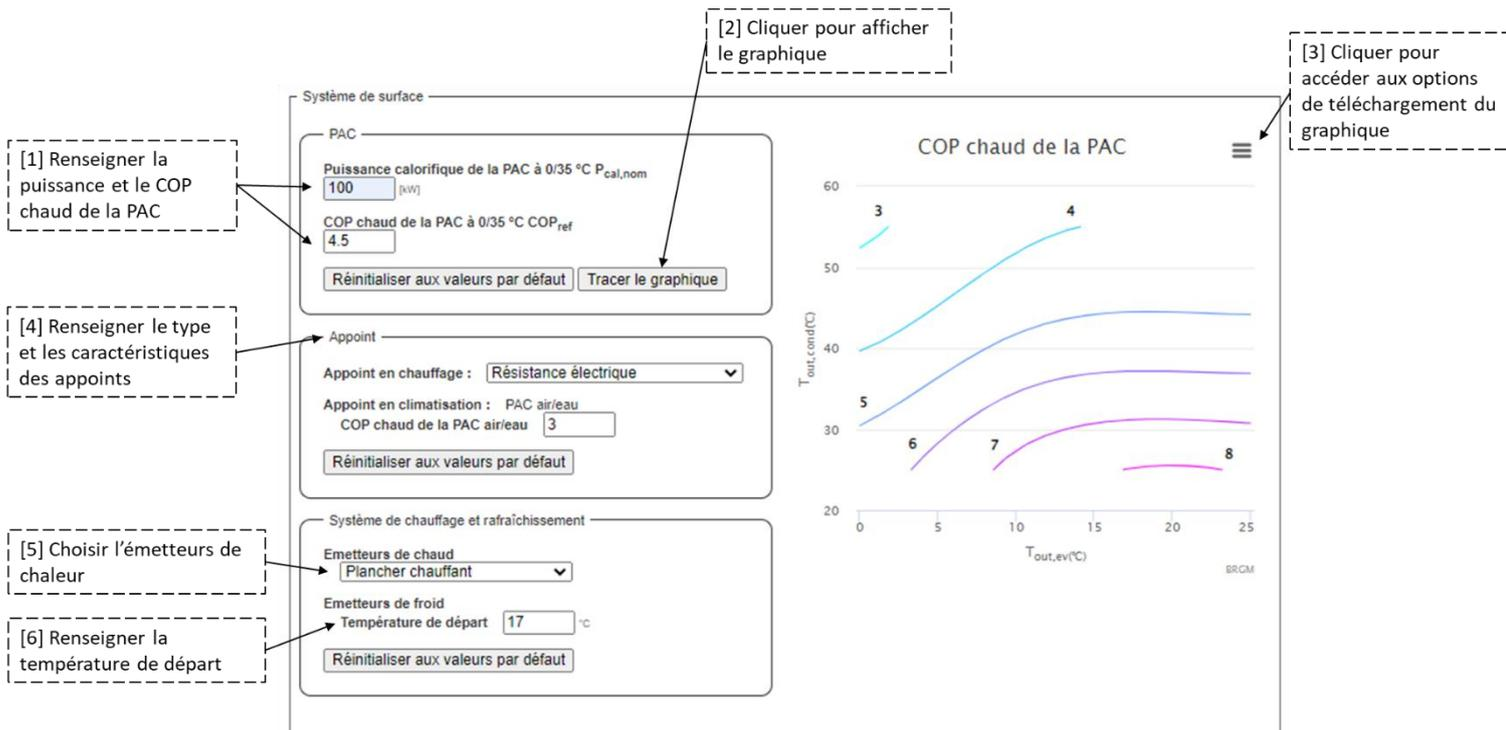
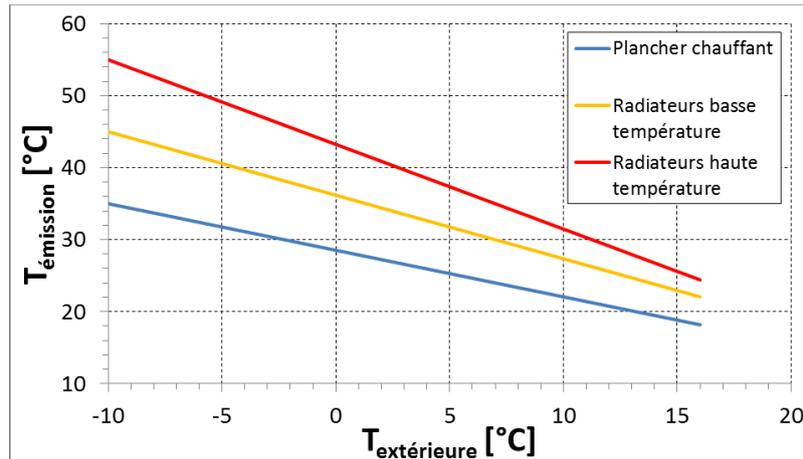

Figure 15 : Système de surface
Figure 16 : Lois d'eau : température de départ du circuit de chauffage en fonction de la température extérieure pour les trois types d'émetteurs considérés.
**PAC** : renseigner la puissance calorifique ainsi que le COP de la PAC pour des températures d'évaporation et condensation respective de 0°C et 35 °C. Cliquer sur **Tracer le graphique** ([2] Figure 15) pour faire apparaître le graphique de l'évolution du COP de la PAC en fonction des températures d'entrée de l'évaporateur et de sortie du condensateur. Là encore il est possible de télécharger le graphique ([3] Figure 15).
**Appoint** : renseigner la source d'appoint pour le chauffage ([4] Figure 15). Pour le moment, seule la résistance électrique est prise en compte par l'outil. Compléter également le COP de la pompe à chaleur utilisée pour l'appoint en climatisation. Il faut noter que la production de chaud et de froid actif par géothermie fonctionne en priorité par rapport aux puissances d'appoint. La pompe à chaleur géothermique fonctionne donc au maximum pour couvrir les besoins en chauffage et en climatisation, et les appoints ne se déclenchent que pour couvrir les éventuels manques entre les besoins et ce que peut fournir la PAC. Les deux puissances d'appoint, une pour le chauffage et une pour la climatisation, sont calculées automatiquement par l'outil à chaque pas de temps, puis restituées, ainsi que les consommations énergétiques correspondantes.
**Système de chauffage et de rafraîchissement** : sélectionner le type d'émetteur chaud adapté à votre projet parmi le plancher chauffant, le radiateur basse température et le radiateur haute température ([5] Figure 15), une loi d'eau est associée à chaque émetteur (cf. Figure 16). Les émetteurs basse température permettent à la PAC de fonctionner avec de COP plus élevés. Renseigner la température de départ dans l'émetteur de froid, c'est-à-dire la température de sortie de l'évaporateur. Dans la partie « **bâtiment** » le geocooling n'est pas encore pris en compte par l'outil.